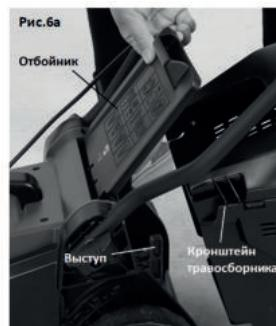

Рис.6
- Для установки травосборника поднимите отбойник (Рис.6 и 6а) и удерживая отбойник в верхнем положении, установите травосборник, обеспечив совпадение выступов на корпусе с кронштейнами травосборника (Рис.6а).